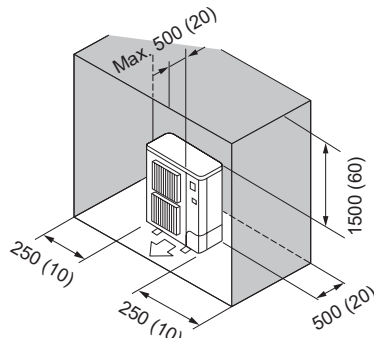

Fig. 2-11
- (6) Obstacles uniquement à l'arrière, sur les côtés et au-dessus (Fig. 2-11)